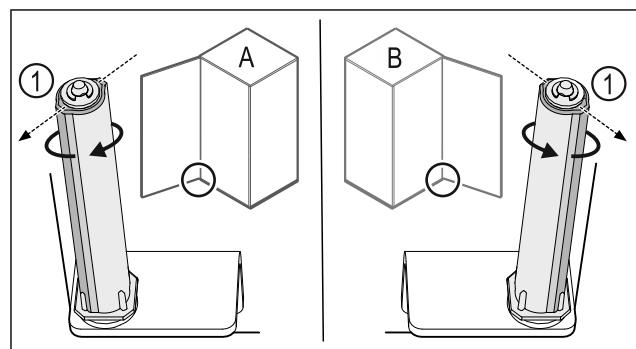

Fig. 34 Linksanschlag (A) / Rechtsanschlag (B)
- ▶ Schließsystem gegen den Widerstand drehen, bis der Steg des Schließsystems Fig. 34 (1) nach außen zeigt.